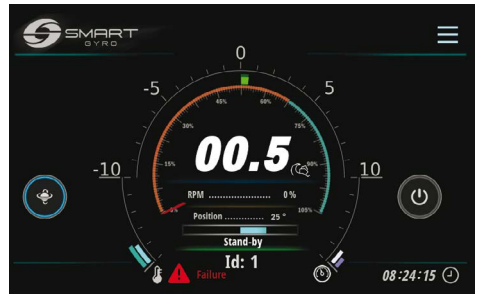

Abbildung 3
- Wenn eine Anomalie erkannt wird, wird dies durch ein rotes Symbol in der unteren linken Ecke angezeigt (siehe Abbildung 3).